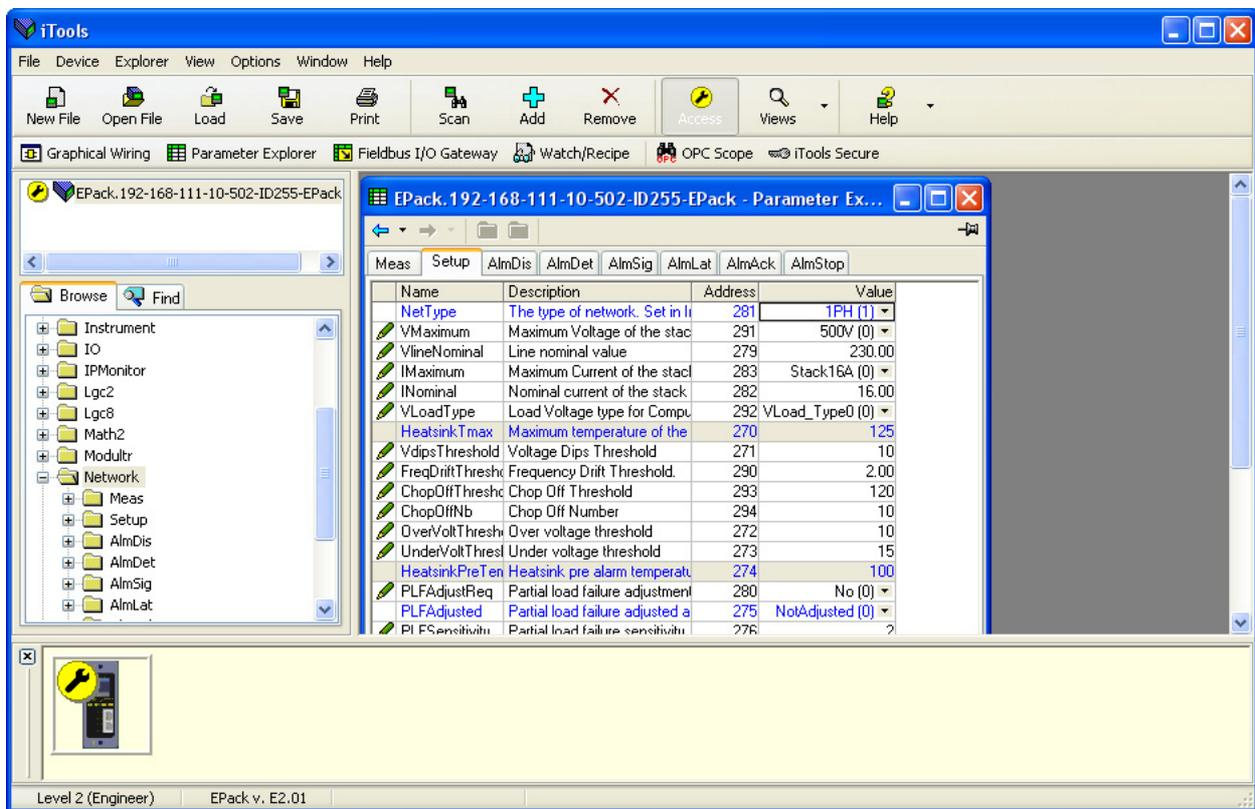
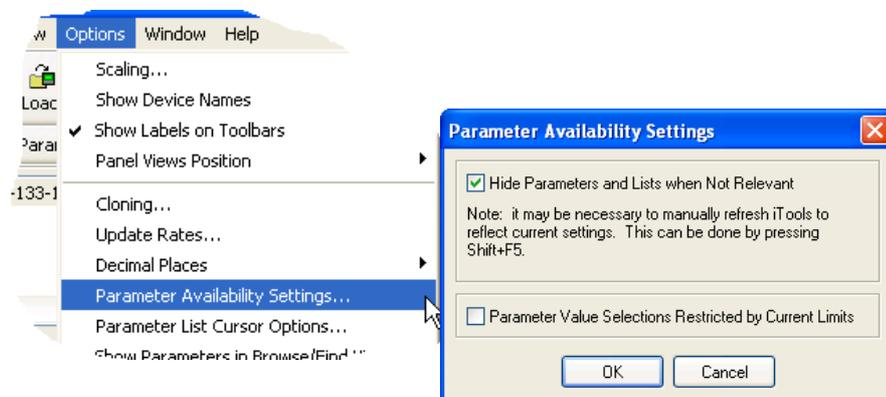

Figure 143 Exemple de tableau de paramètres
Figure 146 Afficher/Masquer paramètres
Dans chaque cas, les paramètres du bloc fonction apparaissent dans la fenêtre iTools sous forme tabulaire, comme dans l'exemple de la Figure 143.
1. Les paramètres en bleu ne sont pas éditables (Lecture seule). Dans l'exemple ci-dessus, tous les paramètres sont à lecture seule. Les paramètres en lecture/écriture sont en noir et comportent un symbole représentant un « crayon » dans la colonne d'accès à la lecteur/écriture sur le bord gauche du tableau. Plusieurs de ces éléments sont indiqués dans la Figure 143 ci-dessus.
2. Colonnes. La fenêtre d'exploration par défaut (Figure 143) contient les colonnes « Nom », « Description », « Adresse » et « Valeur ». Comme la Figure 146 ci-dessus le montre, les colonnes à afficher peuvent être sélectionnées, dans une certaine mesure, à l'aide du menu « Exploration » ou du menu contextuel. Les « Limites » ont été validées pour l'exemple ci-dessus.
3. Paramètres cachés. Par défaut, iTools cache des paramètres qui sont considérés ne pas être significatifs le contexte actuel. Ces paramètres cachés peuvent être affichés dans le tableau à l'aide de l'élément de réglage de la « Disponibilité des paramètres » dans le menu Options (Figure 146). Ces éléments sont affichés sur une trame de fond.